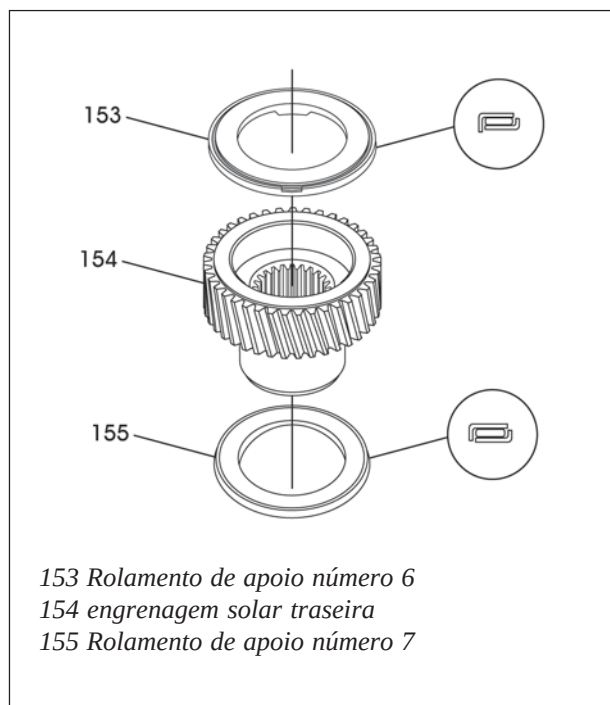

Figura 252
47. Instale o rolamento de apoio número 7 no fundo da engrenagem solar do conjunto planetário traseiro na direção mostrada na figura 252 e fixe-o com uma pequena quantidade de vaselina neutra.